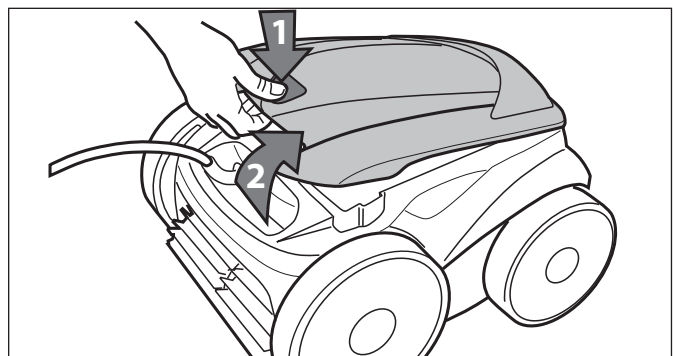

Figura 21. Levante la cobertura del limpiafondos
5. Empuje la cubierta de seguridad (1) y levante la cubierta (2) hasta que quede asegurado en la posición vertical. Vea la Figura 21.